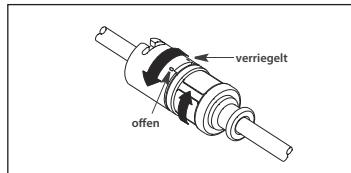

Abbildung 9
- b. Wenn ein Katheter-Kontaminationschutz mit TwistLock Adapter verwendet wird, die obere Hälfte des distalen Ansatzes im Uhrzeigersinn drehen, um den Katheter zu arretieren. Das proximale Ende des Katheterschutzes wie gewünscht umpositionieren. Zur Arretierung die obere und untere Hälfte entgegengesetzt drehen. Den Adapter durch leichtes Ziehen am Katheter testen, um sicherzustellen, dass der Katheter gut festgehalten wird (siehe Abbildung 9).